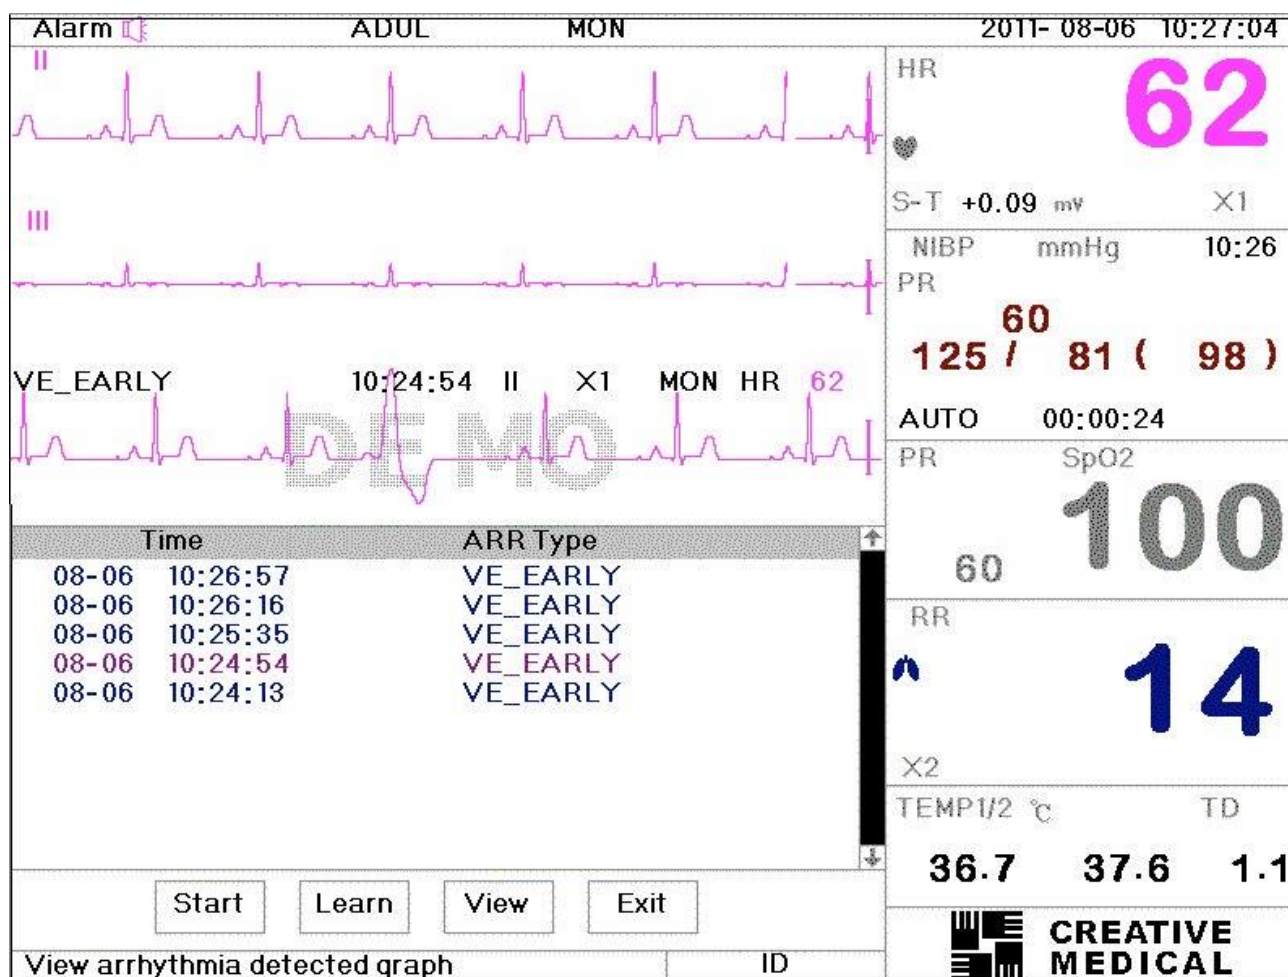

Figura 4.25 Tela ARR
Mova o cursor cinza para “ARR” e pressione o botão de navegação para entrar na tela ARR, mostrada na Figura 4.25. A estrutura é semelhante à tela de rechamada. Abordaremos cada tecla de função abaixo.
**Começar:** Este botão é usado para iniciar e finalizar a detecção de ARR do sistema. O padrão é DESLIGADO. Quando o ARR não está ON, a tecla “Learn” está desativada. Pressione esta tecla e o sistema entrará no modo de aprendizagem. O início muda para Fim. Pressione novamente para finalizar o aprendizado. Quando a tecla “Aprender” mudar para amarelo de cinza, isso indica que o aprendizado foi concluído. Após o início da detecção de ARR, o sistema detectará automaticamente as formas de onda de ARR. Se ARR for detectada, a forma de onda ARR será exibida no 3º canal de ECG, mostrado na Figura 4.25